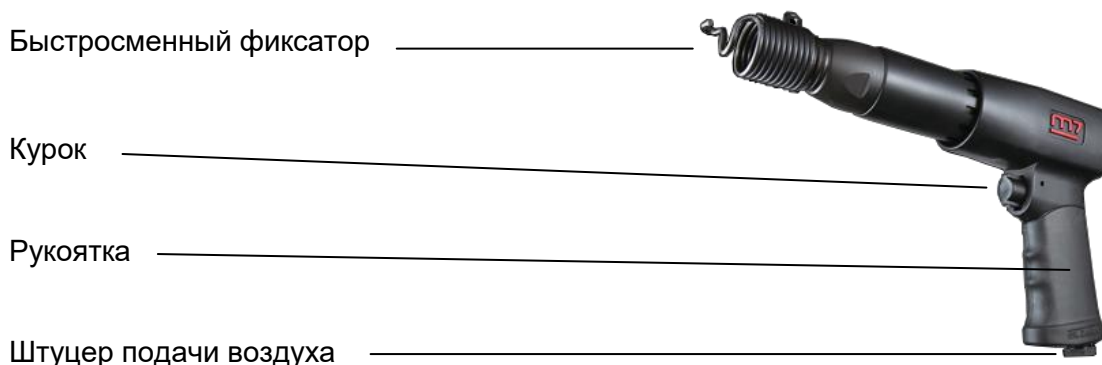

Рис. 1
- Управление пневмозубилом осуществляется с использованием курка (Рис. 1), который находится под указательным пальцем.